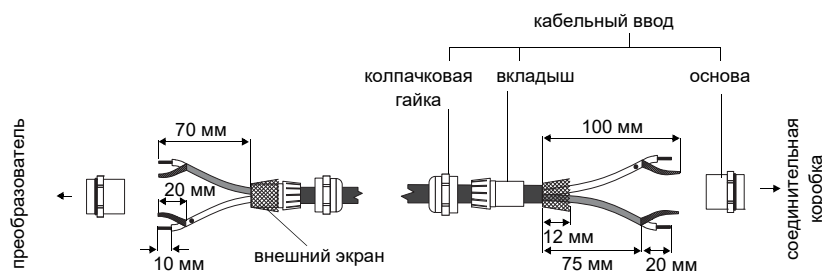

Рис. 6.3: Разделка удлинительного кабеля
- Откройте кабельный ввод. Вкладыш остается в колпачковой гайке (смотри Рис. 6.3).
- Зафиксируйте кабельный сальник, прикрутив колпачковую гайку к основе (смотри Рис. 6.3).
- Откройте кабельный сальник. Вкладыш остается в колпачковой гайке (смотри Рис. 6.3).